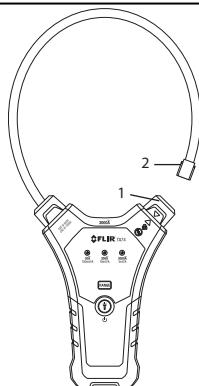

Рис. 5-2. Закрывание зажима
5. Чтобы открыть зажим (2), поверните замок зажима (1) против часовой стрелки. См. рис. 5-2.
- Вставьте наконечник гибкой рамки зажима (2) в замок (1) и поверните замок по часовой стрелке. См. рис. 5-2.